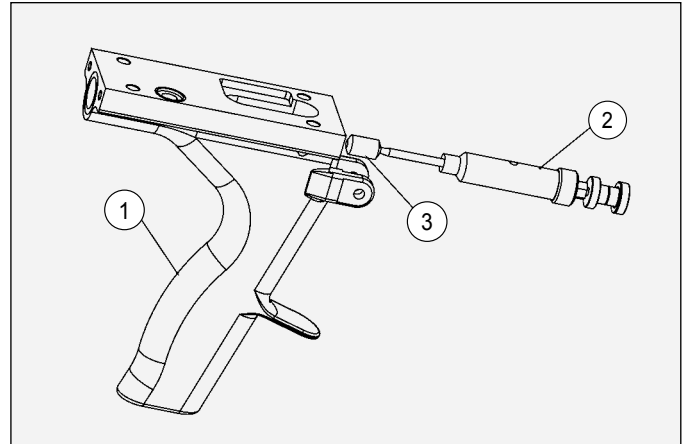

Abbildung 23: Needle Packing Assembly
NADELFASSUNGSEINHEIT (Abbildung 23)
5. Bauen Sie eine neue Fassung (Artikel 52) in die Nadelbaugruppe (siehe Abbildung 23).